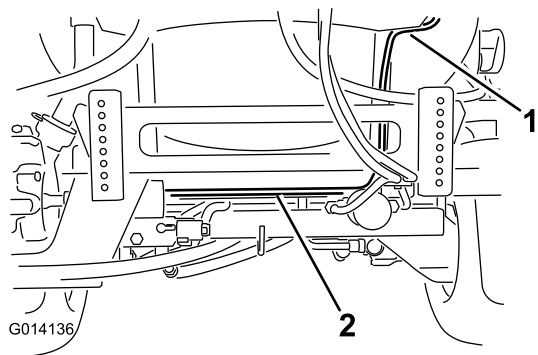

Figura 14
1. Individuate il cablaggio elettrico proveniente dalla scatola di comando dell'avvolgitubo. Disponete l'estremità più lunga del cablaggio, dotata di morsetti ad anello e connettore per fusibile, sulla parte posteriore del telaio del veicolo, dietro la staffa dell'attuatore della barra (Figura 14). Usate una fascetta di plastica per assicurare il cablaggio al telaio.